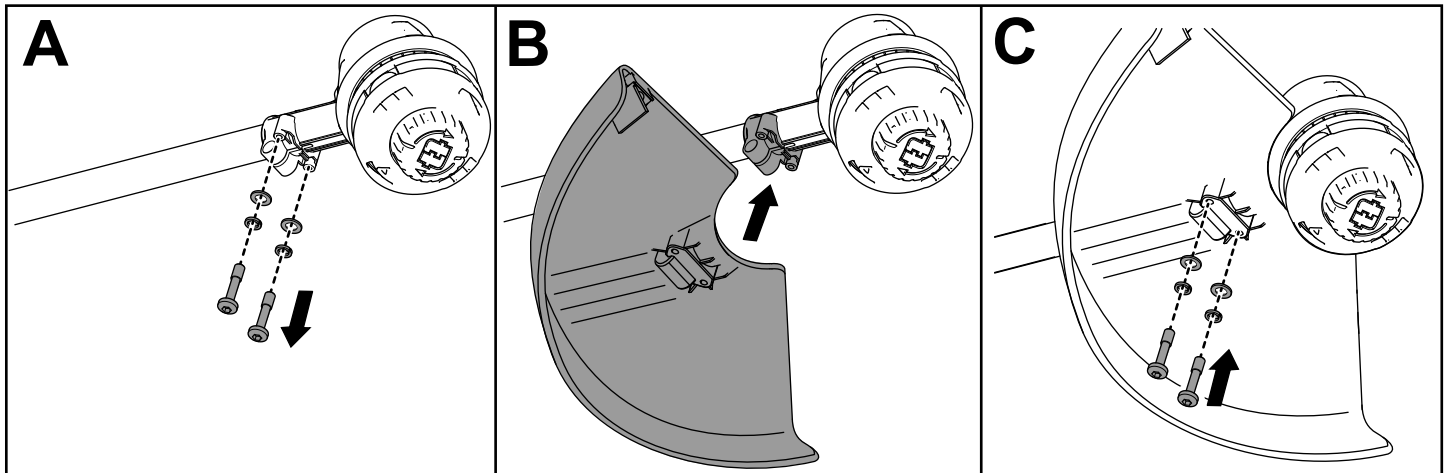

Bild 3
1. Entfernen Sie mit dem mitgelieferten Innensechskantschlüssel die 2 Zylinderschrauben, 2 Unterlegscheiben und 2 Distanzstücken von der Freischneiderbasis (A in Bild 3).
2. Richten Sie den Schutz auf der Freischneiderbasis aus (B in Bild 3).